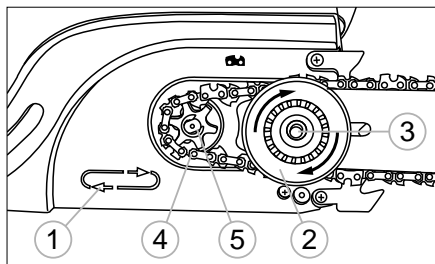

Рис. 6
4. Убедитесь, что направление звеньев пильной цепи совпадает с маркировкой на корпусе пилы 1 (рис. 6). Установите механизм натяжителя вместе с шиной 2 (рис. 6) на крепежный болт 3 (рис. 6) и цепь 4 (рис. 6) на звездочку 5 (рис. 6).
5. Прижмите шину рукой к креплению на корпусе, слегка натяните цепь, вращая механизм натяжителя 2 (рис. 6) по часовой стрелке.